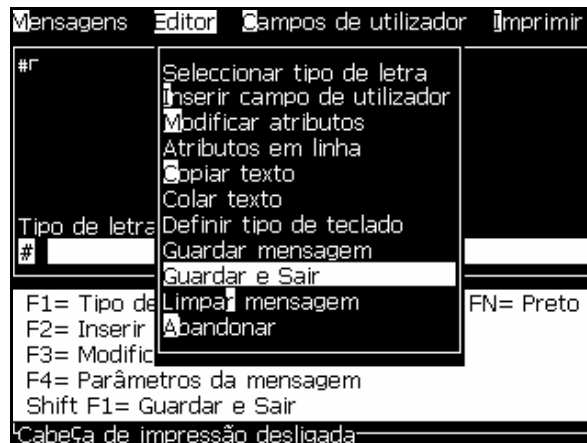

Figura 5-27: Opção Guardar e sair
- Selecione *Guardar e sair* no menu *Editor* (Figura 5-27).